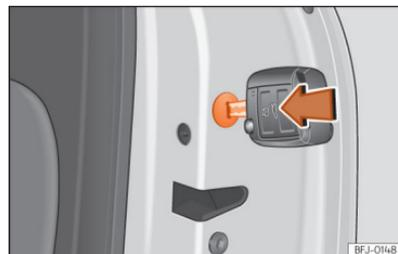

Abb. 73 Notfallsperre der Tür.
- Stecken Sie den Schlüsselbart in den Schlitz >>> [Abb. 73] (Pfeil) und drehen Sie den Schlüssel bis zum Anschlag nach rechts (rechte Tür) bzw. nach links (linke Tür).